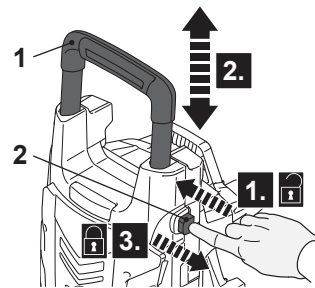

Fig. 13
- > Pressione o botão de bloqueio (2) para desbloquear a pega de transporte (1) (Fig. 13, passo 1).
- > Mova a pega de transporte (1) para a posição necessária (posição alta / baixa) (passo 2).